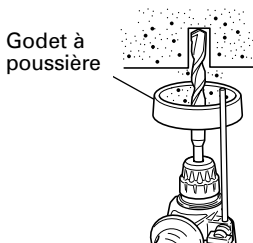
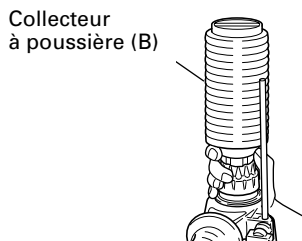

Fig. 4
Fig. 5
7. Lors de l'installation de la capuchone à poussière ou du collecteur de de poussière (B) (accessoires en option) (Fig. 4, Fig. 5)
Utiliser la capuchone à poussière en la fixant au foret comme montré dans la Fig. 4.
- Pose du collecteur à poussière (B)
Lors de l'utilisation du collecteur à poussière (B), l'insérer par le bout du foret en l'alignant avec la rainure sur la poignée. (Fig. 5)
Cette perceuse à percussion peut être mise sur le mode de rotation et frappe en appuyant sur le bouton presseur et en tournant le sélecteur vers le repère  T. (Fig. 4)